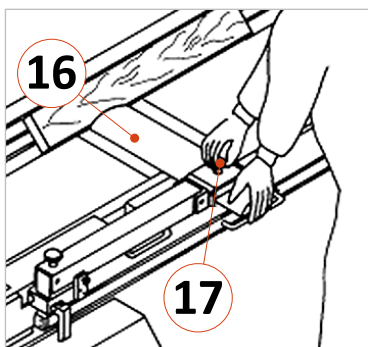

Abbildung 34: Schräges Abrichten
- Klemmhebel (13) am Abrichtanschlag lösen und den gewünschten Neigungswinkel mittels Schwenkhebel (14) und Winkelskala (28) einstellen. Dann das Werkstück mit der rechten Hand an den winklig eingestellten Abrichtanschlag schieben.
- Werkstück und Brückenschutz gem. ⇒ Abbildung 34 positionieren.
- In diesem Zustand den Brückenschutz (16) durch Verwendung des Klemmrads (17) fixieren.